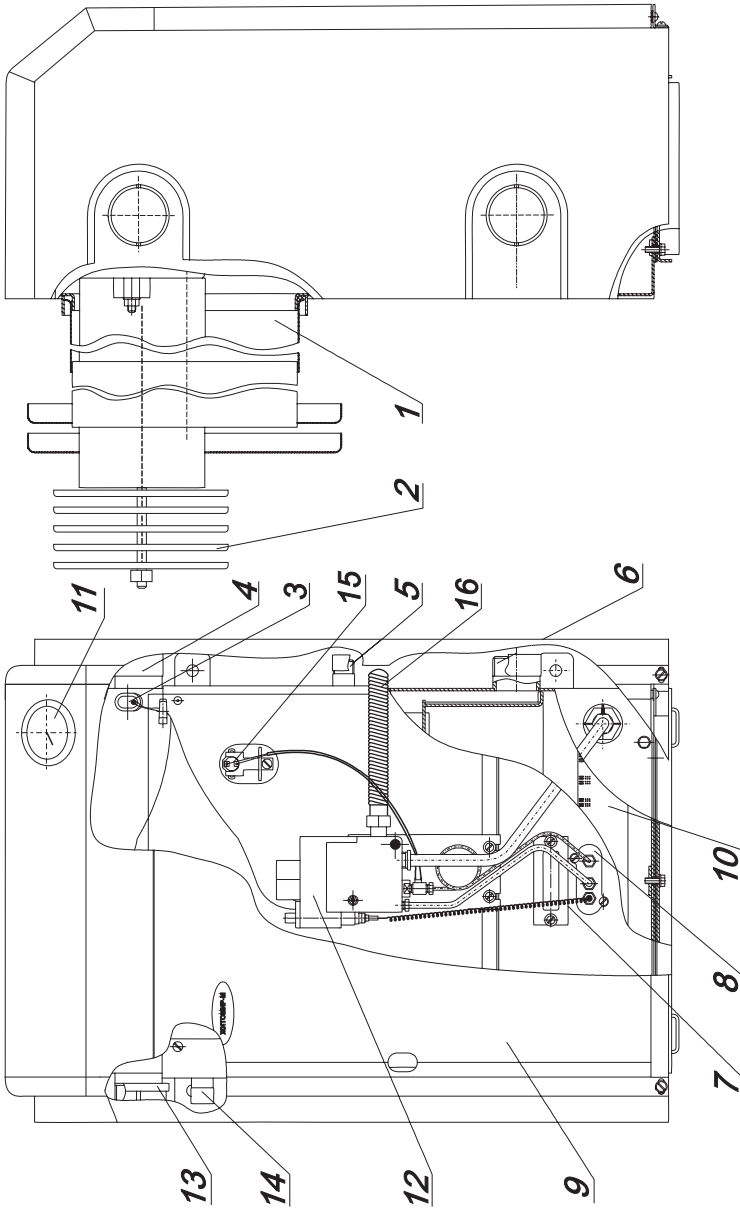

Рис. 1. Устройство котла
5.1. Котел (рис. 1) состоит из следующих основных частей: корпуса с герметичной камерой сгорания, дымовоздушного блока, газогорелочного устройства, крышек, закрывающих верхний и нижний проемы корпуса, водонагревателя (для изделий с вторым контуром). Для обеспечения герметичности котла между корпусом и дымовоздушным блоком, газогорелочным устройством, крышками установлены прокладки из теплоизоляционного материала. Корпус котла закрыт декоративной облицовкой.
Перед вводом котла в эксплуатацию необходимо залить 10-15 мл машинного масла в стакан корпуса котла (поз.3, рис.1)!